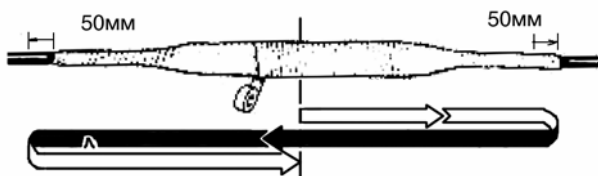

Рис. 9.32. Обмотка корпуса муфты лентой 88Т.
9.2.24. Обмотать муфту целиком, сильно натягивая ленту 88Т двумя слоями с половинным перекрытием витков, начав с центра. Начать и закончить обмотку лентой на расстоянии 50 мм от края ленты VM (рис. 9.32.).